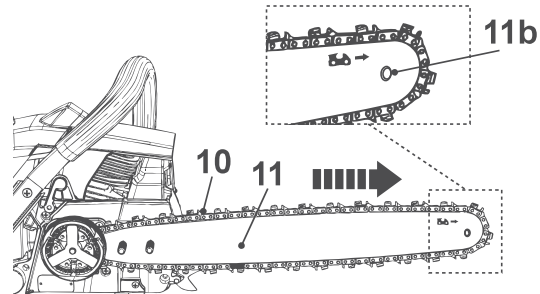

Fig. 5
6. El desplazamiento de la cadena es en el sentido indicado por la flecha (Fig. 5). Asegúrese de que la cadena (10) está colocada correctamente sobre la rueda dentada (11b) de la espada (11).
7. Tire de la espada (11) con cuidado hacia la derecha para tensar la cadena (10) (Fig. 5).